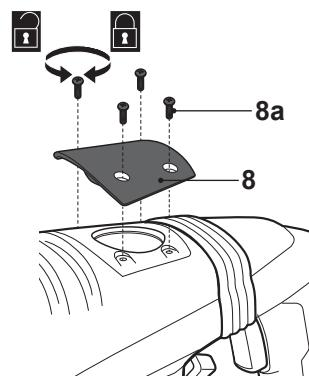

Fig. 8
- > Afloje los tornillos (8a) con un destornillador de estrella adecuado y retírelos junto con la cubierta de la caja de engranajes (8) (Fig. 8).
- > Vuelva a colocar la cubierta de la caja de engranajes (8) en la herramienta y asegúrela con los tornillos (8a). Asegúrese de que está bien sujetada.